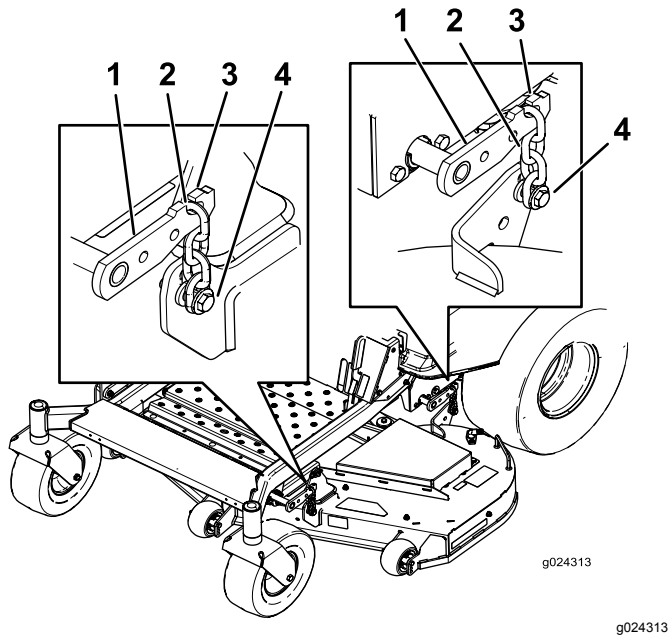

Figura 62
5. Afloje los pernos de ajuste en las cuatro esquinas, hasta que la carcasa quede bien asentada sobre los cuatro bloques (Figura 62).
6. Asegúrese de que las cuatro cadenas están tensadas (Figura 62).
7. Apriete los cuatro pernos de ajuste (Figura 62).